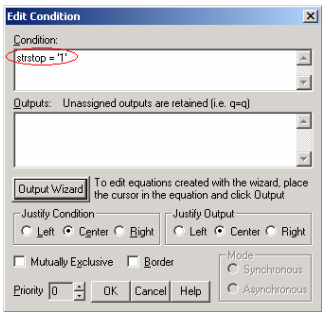

图9-30 编辑状态转移条件
- (1) 编辑状态转移条件与编辑状态十分相似。双击状态图中的转移条件，进入转移条件编辑框，即可编辑状态转移条件。同样可以单击 **Output Wizard** 按钮，启动逻辑向导辅助设计状态转移条件。
- (2) 用鼠标双击状态“start”的自循环转移条件，进入转移条件编辑框，更改状态转移条件为“strstop = ‘1’”，如图 9-30 所示，单击 **OK** 按钮确认对状态转移条件的编辑。